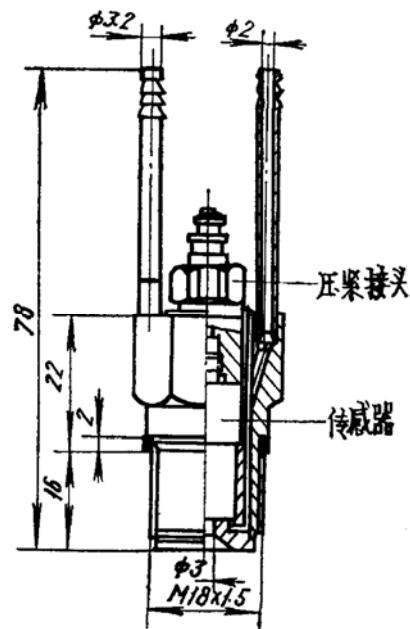
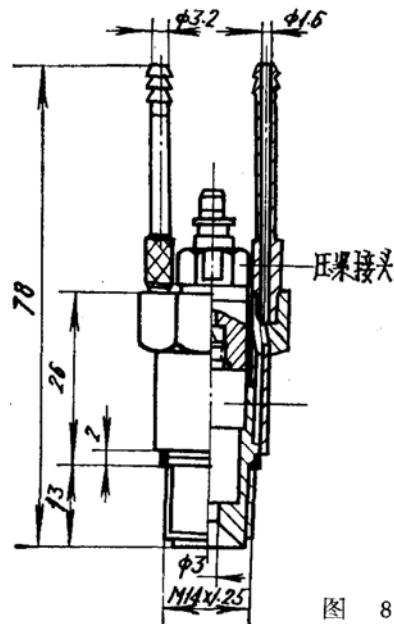

图 7
图 8
- 3) 当测量高温燃气时，应使用一种带有冷却水管的传感器安装转接座，结构如图7、图8所示。